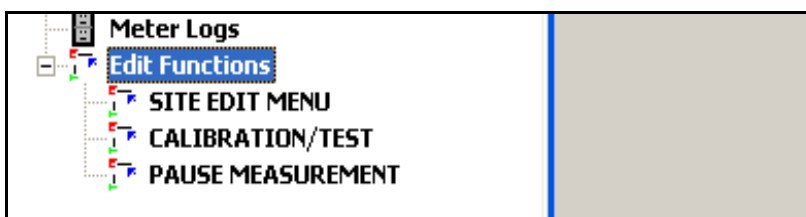
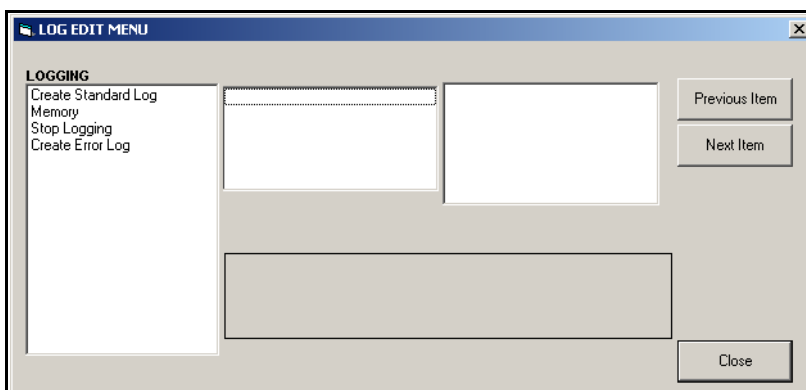

Рис. 10: Меню Edit Functions для устройства XGF868i с карточкой регистрации
Рис. 11: Окно меню Log Edit
1. В *Браузере новых измерительных приборов* приложения PanaView разверните дерево сети и откройте опцию *Edit Functions* (описывается в приложении С, *Программирование XGF868i с помощью PanaView*). Появится меню, сходное с *Рис. 10* внизу.
2. Дважды нажмите на меню *Log Edit Menu* (Редактирование журнала), как показано на *Рис. 10* сверху. Появится окно, сходное с представленным на *Рис. 11* внизу.